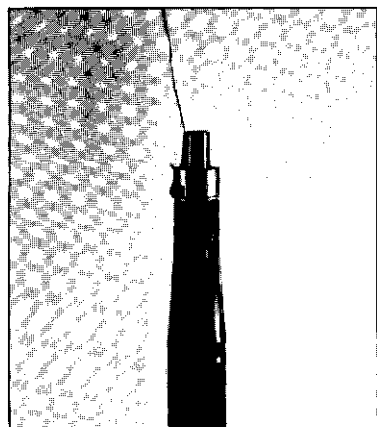

Fig. 10
- 21) Introduire dans l'écrou de serrage un fil de fer 600 mm. de long, de façon à soulever la tige piston (Fig. 10).